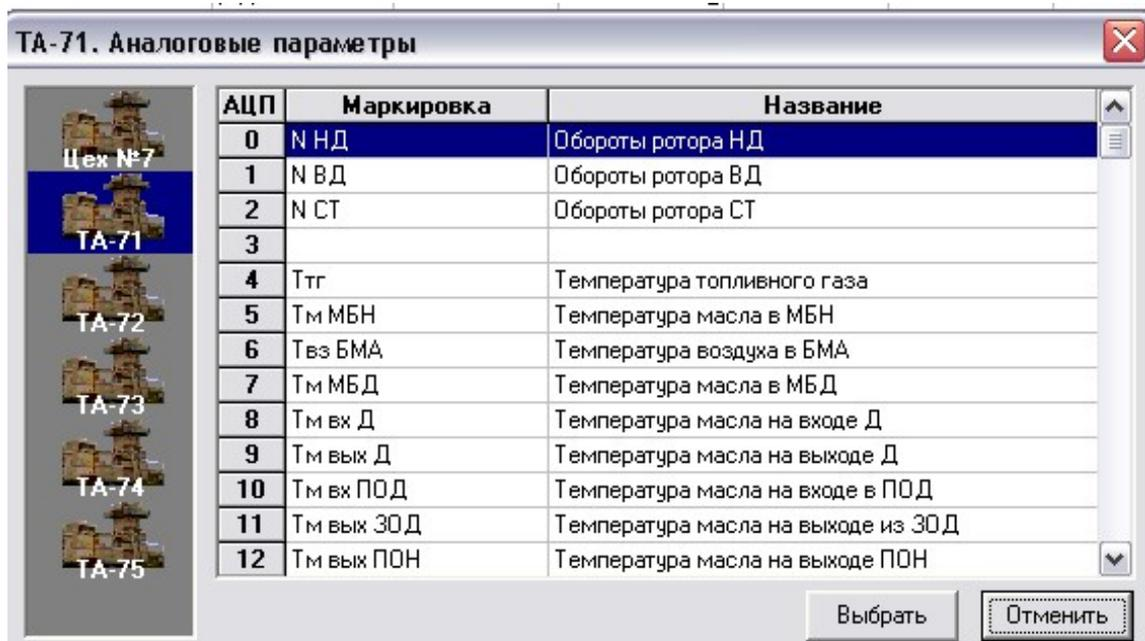

Рис. 20 Привязка дискретных параметров
- АЦП – привязка аналогового входного сигнала от ИП к дискретному сигналу (рис. 20);